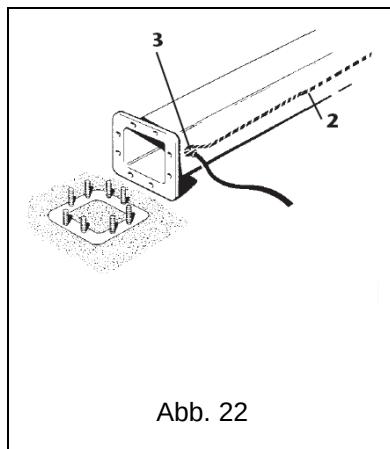

Abb. 22
- b. Wenn das Kabel **1** von außen kommt, ist es durch die Kabelverschraubung **3** am Fuß der Säule in diese einzuführen, bis es die Öffnung **2** an der Spitze erreicht. (Abb. 22)